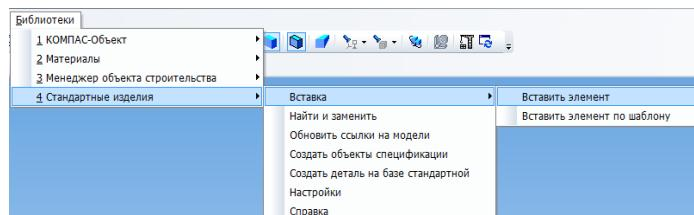
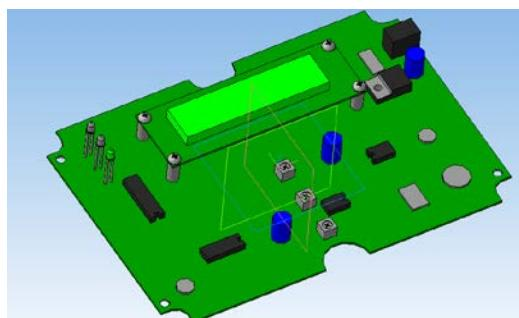

Рис. 4.3. Вызов библиотеки
Рис. 4.4. Плата с индикатором
6. Зафиксировать детали винтами М3. Винты находятся в библиотеке (рис. 4.3). Винты последовательным кликом на отверстии и поверхности устанавливают на детали. (рис. 4.4).